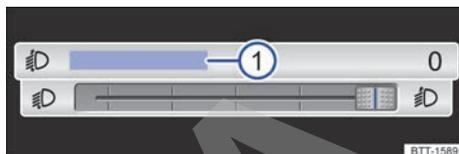

Fig. 84 En el sistema de infotainment: botón desplazable para regular el alcance de las luces.
En función del equipamiento, el alcance de las luces se puede ajustar con el regulador → fig. 83 o con el botón desplazable del sistema de infotainment → fig. 84.
- Pulse el botón de función **Regulación del alcance de las luces** → fig. 84 ①.